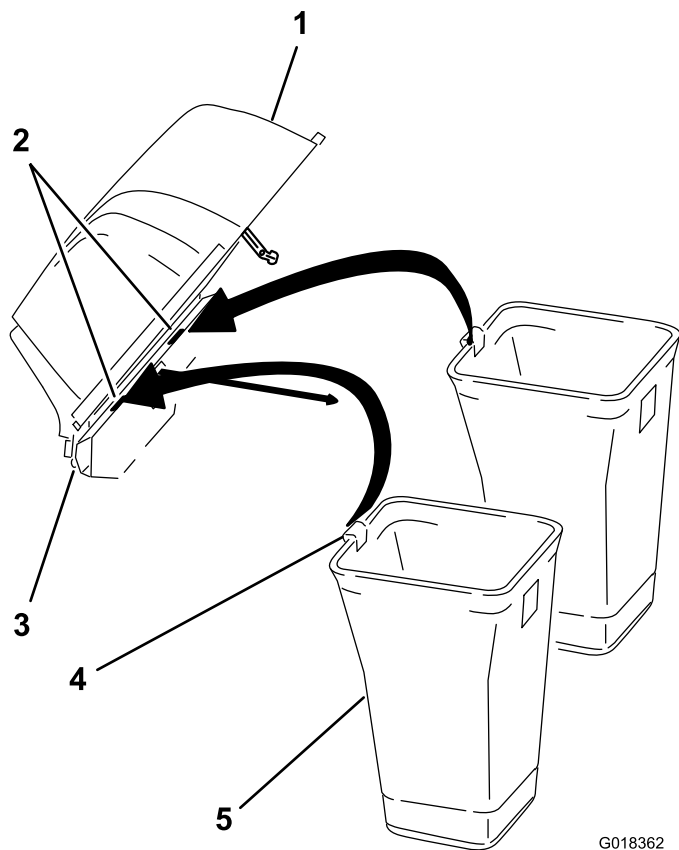

Figura 18
1. Sollevate il cofano per accedere alle staffe dei cesti con tacca sul telaio di supporto della tramoggia, come illustrato in Figura 18.
2. Allineate la linguetta di montaggio del gruppo del cesto con la staffa del cesto con tacca (Figura 18).
3. Abbassate il gruppo del cesto fino a quando la linguetta del cesto non è inserita a fondo nella staffa con tacca (Figura 18).
4. Ripetete le voci 1 e 2 per l'altro cesto (Figura 18).
5. Abbassate il cofano sui cesti (Figura 18).